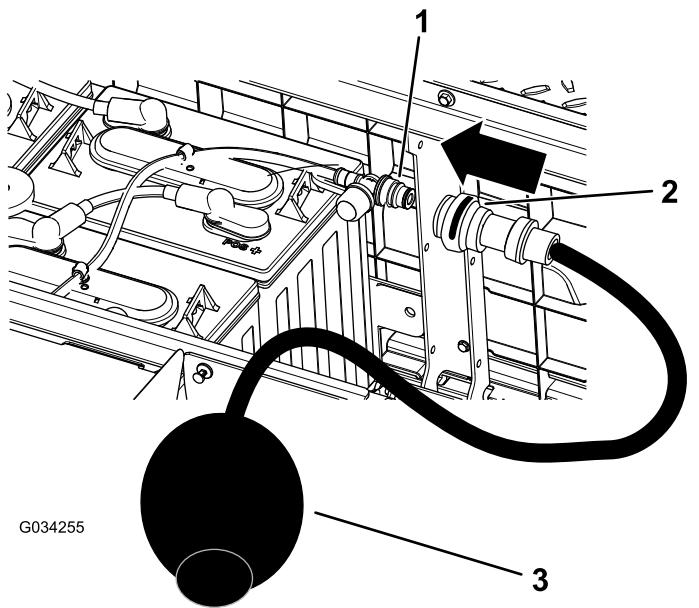

Figure 37
4. Branchez la pompe à eau manuelle Toro à l'orifice de remplissage d'eau (Figure 37).